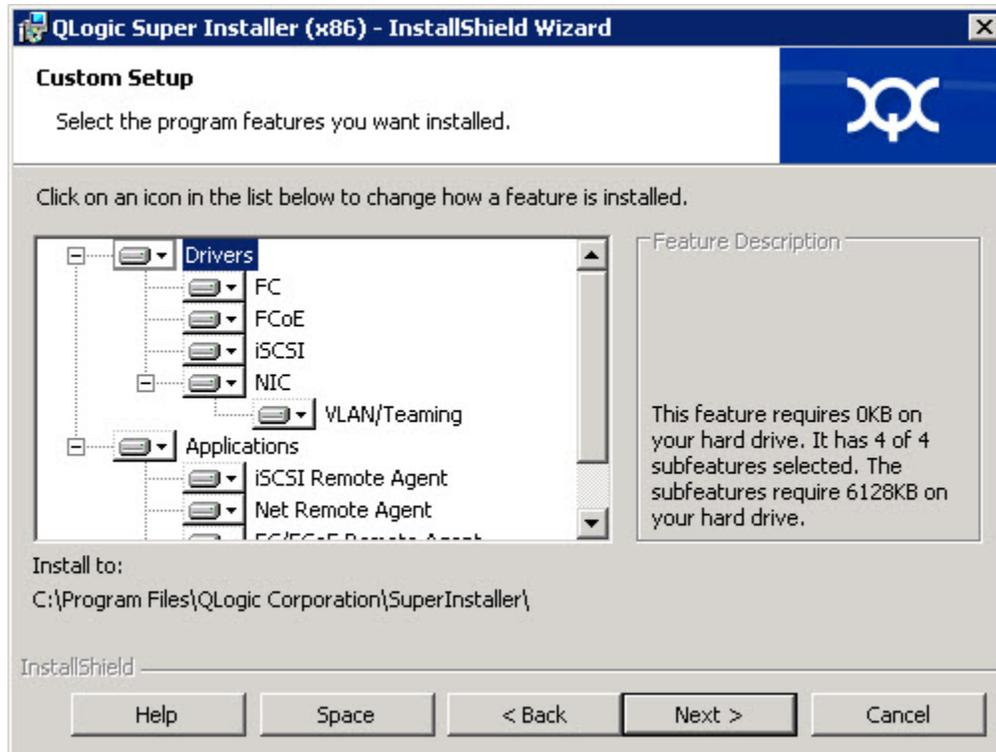

Figure 2-5. Boîte de dialogue Installation personnalisée
- c. La boîte de dialogue Installation personnalisée s'affiche, comme illustré à la Figure 2-5.